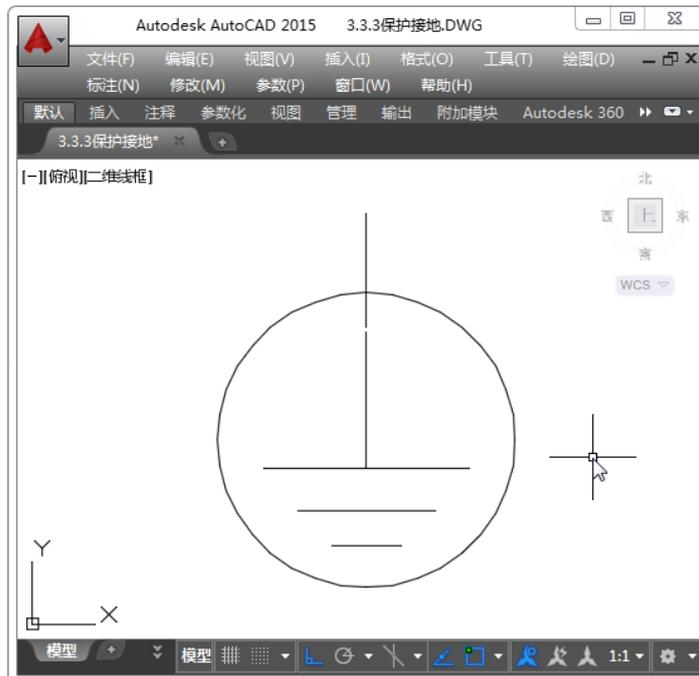

图 3-57 绘制水平直线
Step06: 依次向下绘制长度为 12 和 6 的水平直线, 如图 3-57 所示。